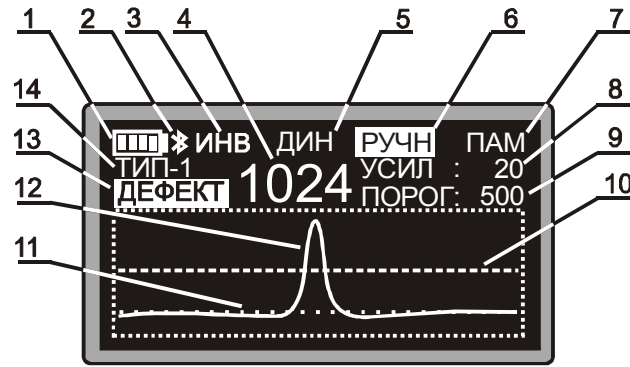

Рис. 5.1 Органы индикации дисплея
Расположение индикаторов на экране дисплея показано на рис. 5.1.
**Примечание.** Активный индикатор отображается темными буквами на светлом фоне (рис. 5.1, поз. б).
Проверка уровня заряда аккумуляторов осуществляется по индикатору заряда (рис. 5.1, поз. 1). Уровень заряда отображается в виде шкалы. В случае полного разряда аккумуляторов индикатор начинает мигать. При этом аккумуляторы необходимо зарядить, используя зарядное устройство из комплекта поставки дефектоскопа или аналогичное.
**6.2.1** Кнопками "↑", "↓" установить курсор на индикатор режима работы дефектоскопа (рис. 5.1, поз. 5).
**6.2.4** Кнопками "←" и "→" выбрать режим инверсии сигнала от дефекта (если отображается индикатор инверсии «ИНВ» (рис. 5.1, поз.3), значит включен режим инверсии сигнала от дефекта).
**6.3.1** Кнопками "↑", "↓" установить курсор на индикатор режима настройки дефектоскопа (рис. 5.1, поз. 6).